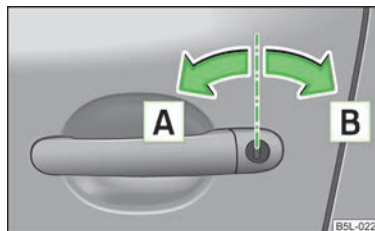

Fig. 11
- Rotiți cheia în butucul portierei șoferului în poziție de deschidere **A** » fig. 11.
- › Rotiți cheia în încuietorea portierei șoferului în sens contrar sensului de deplasare (poziție de încuiere) **B** » fig. 11 la pagina 28.